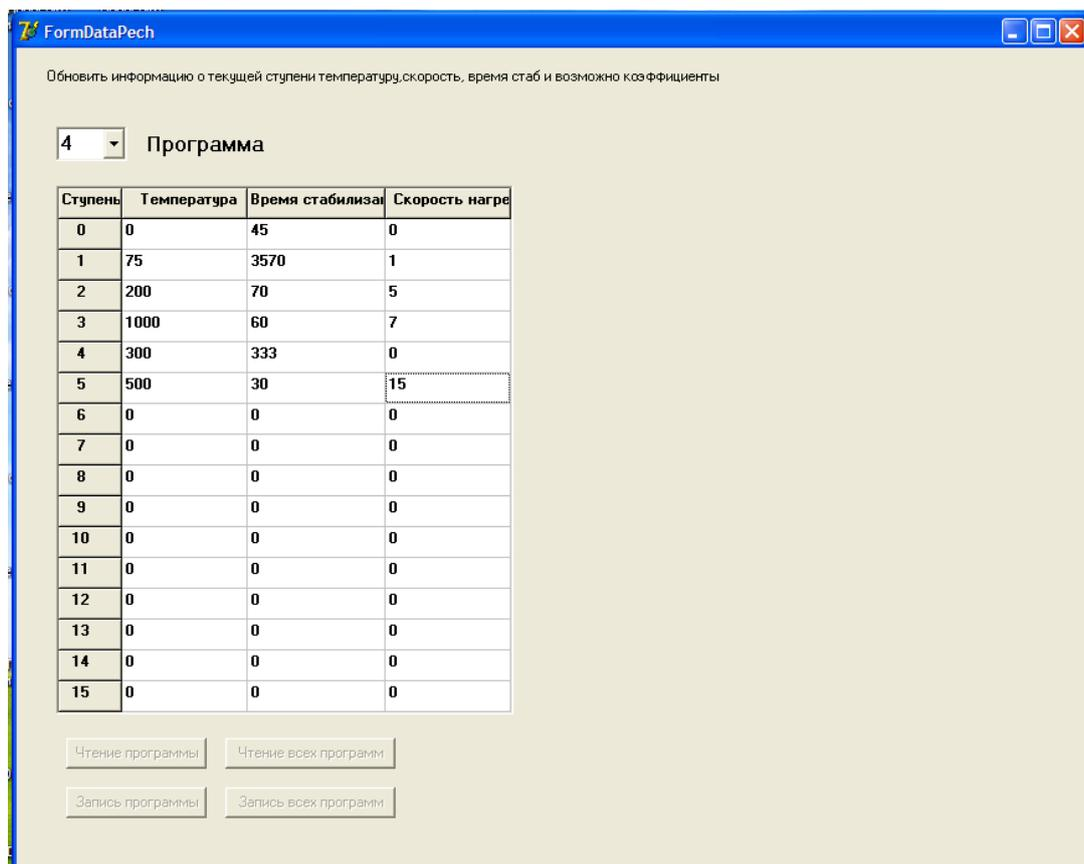

Рис. 9.
4.12 Для изменения данных выберите соответствующее поле и измените в нем данные. (рис.9).